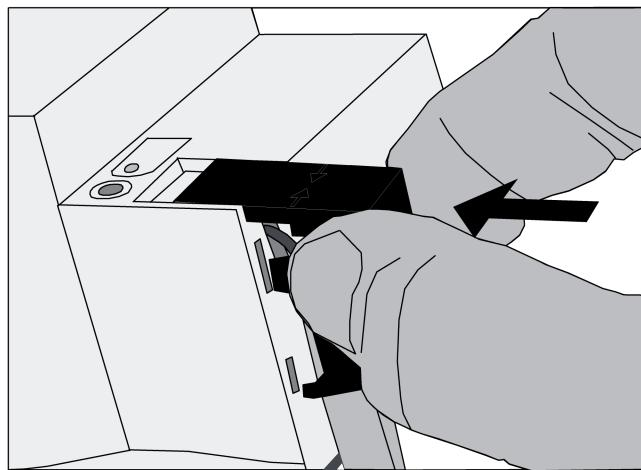

Bild 5: Abdeckkappe aufstecken
- Abdeckkappe über die Busklemme stecken, bis sie einrastet (Bild 5).